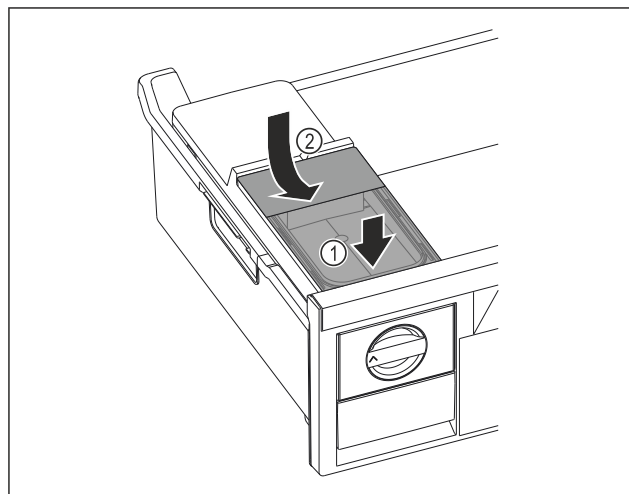

Fig. 154
- Wassertank vorne ansetzen. Fig. 154 (1)
- Wassertank hinten absenken. Fig. 154 (2)